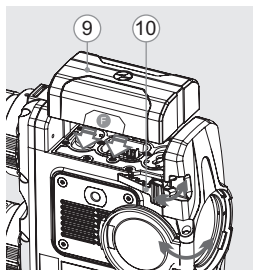

Abb. 3
- Setzen Sie die Batterie (**9**) in den entsprechenden Steckplatz im Gehäuse des Gerätes so ein, dass das Element **F** (s. **Abb. 3**) unten liegt.